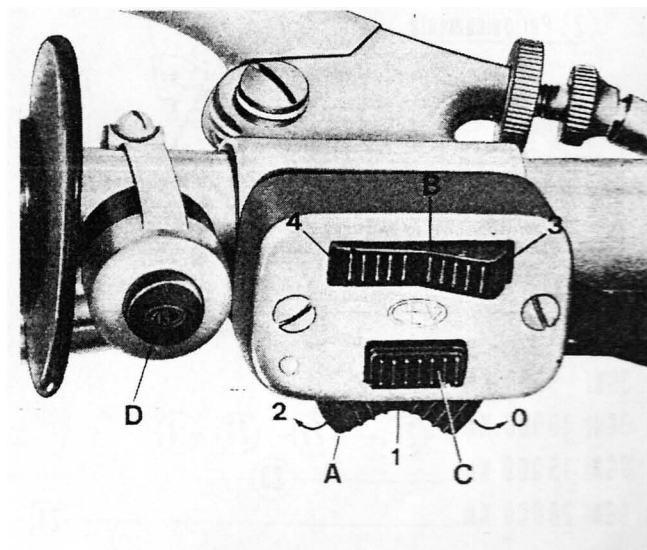

Fig. 118
- « 2 »: macchina pronta per l'avviamento o macchina in marcia. Tutti i comandi sono inseriti. Per la marcia diurna non occorre nessun'altra manovra; per la marcia notturna è necessario azionare le leve (A e B di fig. 118) dell'interruttore-commutatore.
### INTERRUTTORE PER ILLUMINAZIONE E PULSANTE COMANDO AVVISATORE ACUSTICO (vedere fig. 118)
### PULSANTE SIRENA (vedere D di fig. 118)